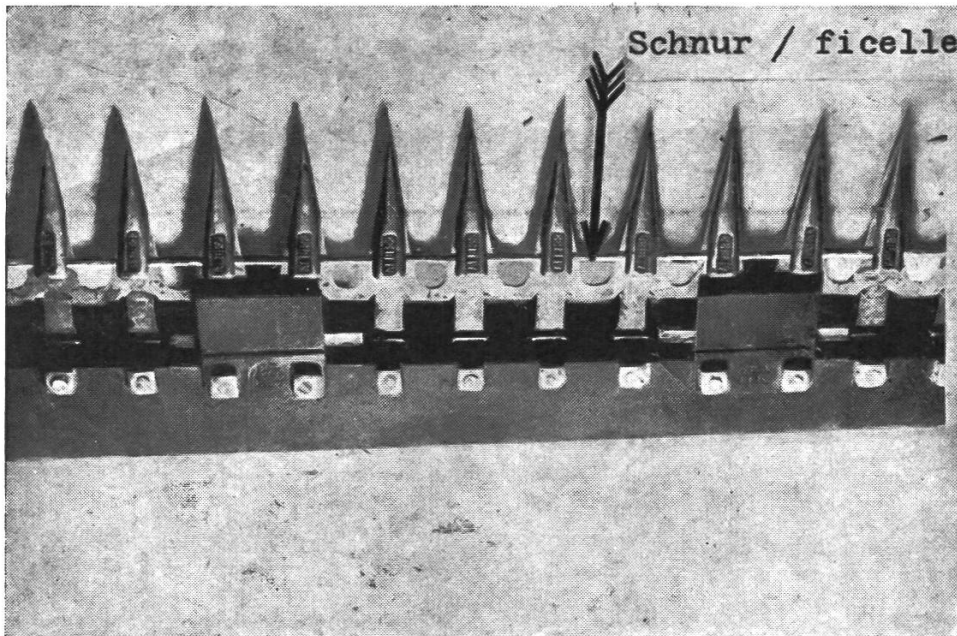

Abb. 6
- c) Finger befestigen und richten: (siehe Abb. 6).